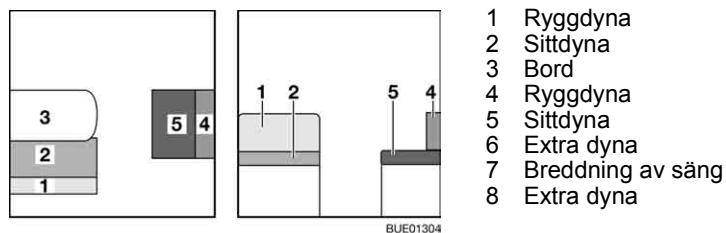

Bild 132 Före ombyggnaden
- Bygg om bordet (Bild 132,3) till sängbotten (se avsnitt 6.11).
- Tag bort ryggdynan (Bild 132,1) och lägg den åt sidan.